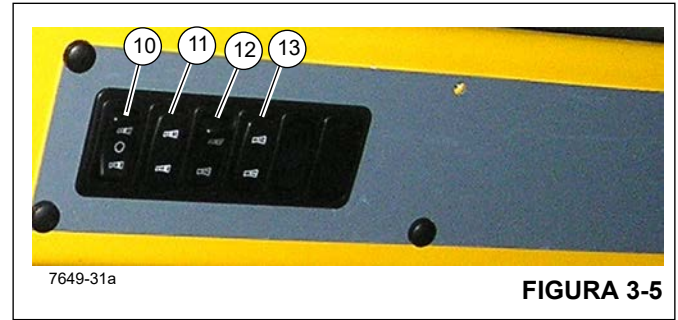

Figura 3-5 Números de artículos
El interruptor selector (10) (Figura 3-5) y el indicador (11) de sección telescópica 1/sección telescópica 2 de la pluma se ubican en el tablero de control superior. Es un interruptor de tres posiciones que se utiliza junto con el interruptor de control de modos automático/manual de telescopización de la pluma (12, Figura 3-5).
El interruptor de modos automático/manual de telescopización de la pluma (12, Figura 3-5) y el indicador (13) se ubican en el tablero de control superior. Es un interruptor de dos posiciones, automático o manual. Este interruptor tiene un protector para evitar el accionamiento inesperado.